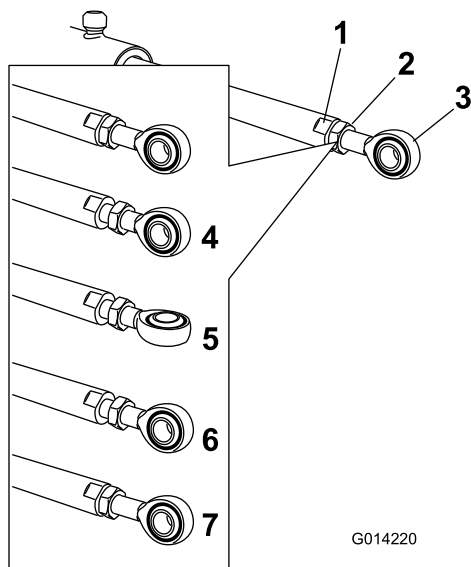

Figure 14
5. Placez une clé sur les méplats de la tige de vérin pour l'immobiliser, puis desserrez l'écrou de blocage pour pouvoir manipuler la tige à œillet (Figure 14).
6. Tournez la tige à œillet dans la tige du vérin pour raccourcir ou allonger le vérin déployé à la position voulue (Figure 14).